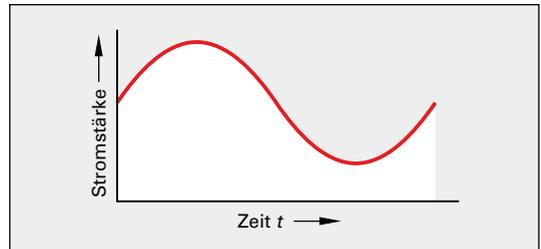

Bild 4: Mischstrom UC
**Mischstrom** (Kurzform UC, von **U**niversal **C**urrent) ist ein Strom mit einem Gleichstromanteil und einem Wechselstromanteil (**Bild 4**).